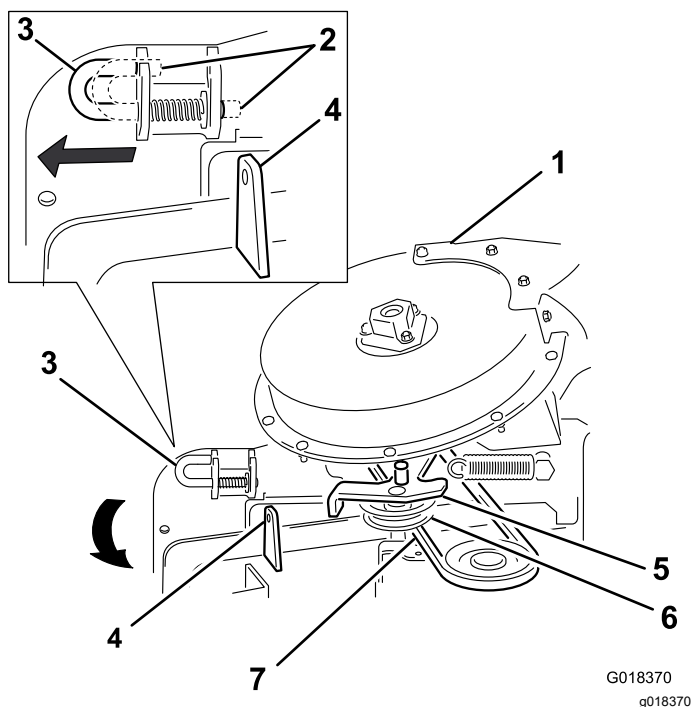

Figura 28
- Mueva el pestillo de la posición de bloqueo a la posición de abierto (Figura 28).
- Cierre el conjunto del soplador y alinee el pestillo con el orificio del soporte del conducto (Figura 28).